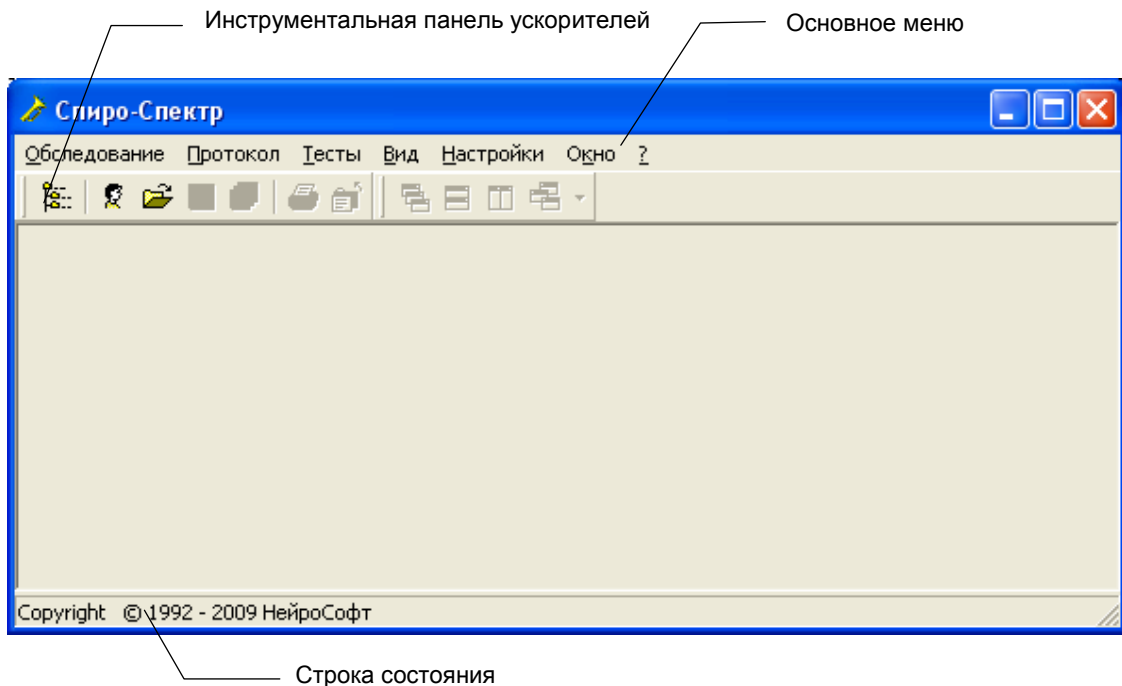

Рис. 5
2. После загрузки программы «Спиро-Спектр» вы увидите ее главное окно (рис. 5). В верхней строке окна расположено меню с пунктами **Обследование**, **Протокол** и т.д. Ниже меню находятся панели кнопок-ускорителей (панели ускорителей, инструментальные панели) — специальных кнопок, активизируемых с помощью манипулятора «мышь». В нижней части окна расположена строка состояния (статуса), используемая для выдачи кратких подсказок и отображения состояния программы.